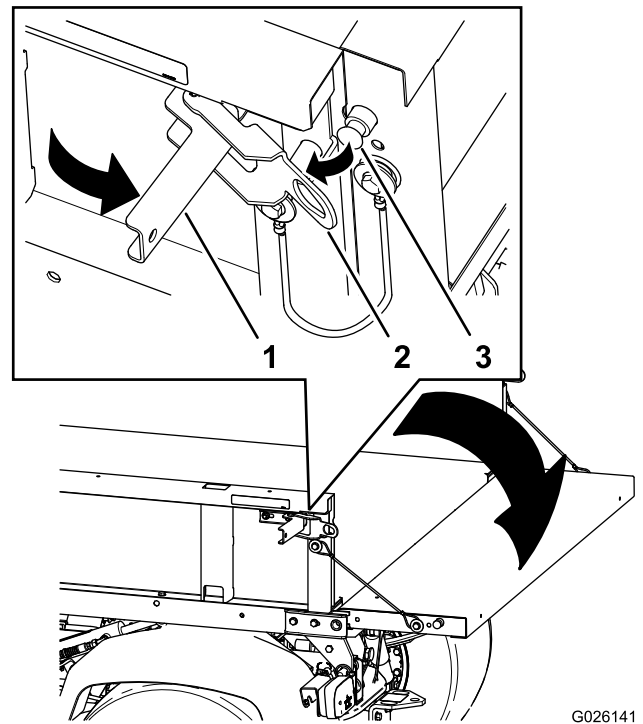

図 13
2. 荷台の左右にあるラッチを解放してテールゲートを下げる図 13。